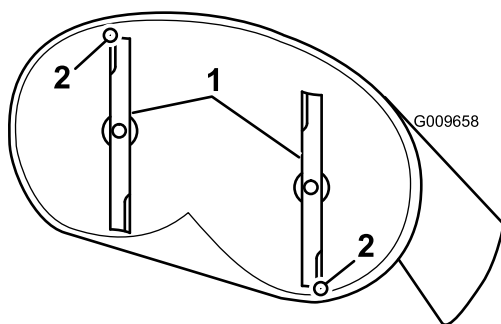
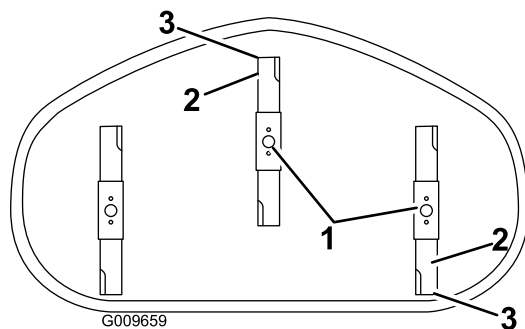

Figura 53
Figura 54
4. Gire cuidadosamente las cuchillas colocándolas en el sentido de avance de la máquina (Figura 53 y Figura 54).
5. Mida entre la punta de la cuchilla delantera y la superficie plana y entre la punta de la cuchilla trasera y la superficie plana (Figura 53 y Figura 54). Si la punta de la cuchilla delantera no está entre 1,6 y 7,9 mm más baja que la punta de la cuchilla trasera, ajuste la contratuerca delantera.
8. Compruebe la inclinación longitudinal de nuevo después del ajuste. Siga ajustando la tuerca hasta que la punta de la cuchilla más avanzada esté entre 1,6–7,9 mm más baja que la punta de la cuchilla más atrasada (Figura 53 y Figura 54).